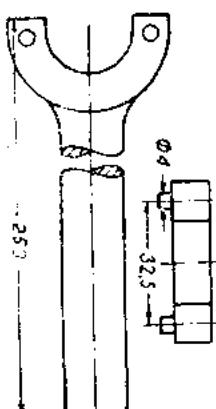

Рис. 71. Эскиз для изготовления
1. Вывиньте шток в верхнее положение. Специальным ключом (рис. 71) отверните гайку 2, захватив ее за отверстия сверху.